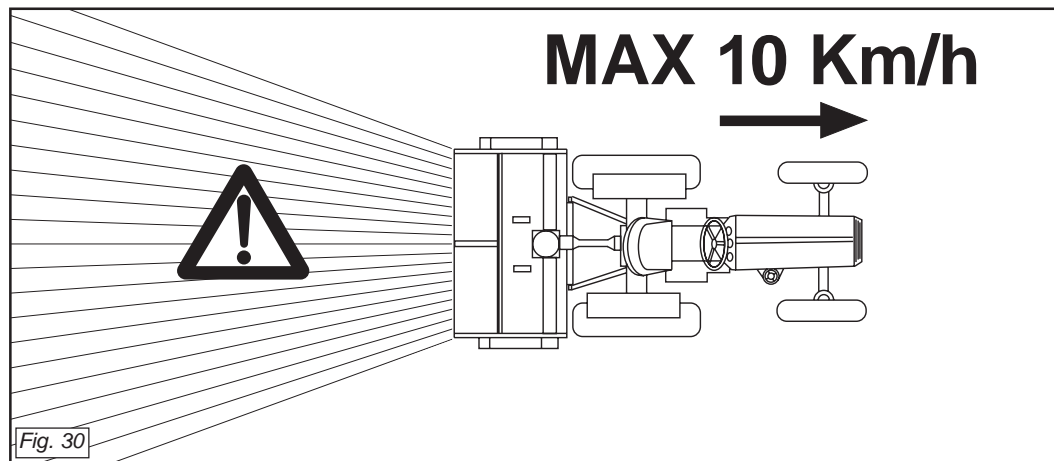

Fig. 30
La velocità del trattore con la macchina in lavoro non deve superare i 10 Km/ora al fine di evitare rotture o danneggiamenti (Fig. 30).
*La vitesse du tracteur avec la machine en fonctionnement ne doit pas dépasser 10 km/heure afin d'éviter des ruptures ou des dommages à la machine (Fig. 30).*
Die Geschwindigkeit des Traktors mit montierter Maschine darf 10km/h unter keinen Umständen überschreiten, um eventuelle Schäden zu vermeiden (Abb. 30).
La velocidad del tractor con la máquina trabajando no debe superar los 10 km/h para evitar roturas o daños (Fig. 30).